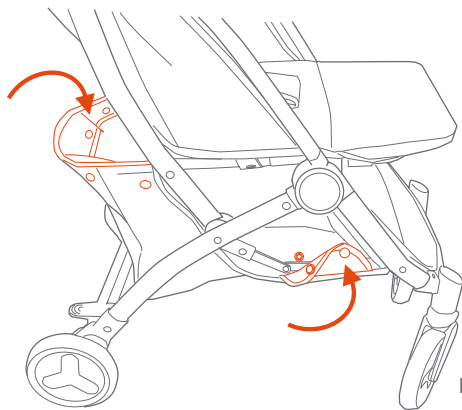

Fig. 5
• Verifique que todos los botones a presión estén cerrados en la sección posterior de la canasta. El panel de tela envuelve por encima los tubos de la cesta y se sujeta con los 4 botones a presión (Fig. 5). No use la canasta si no están completamente cerrados todos los botones.